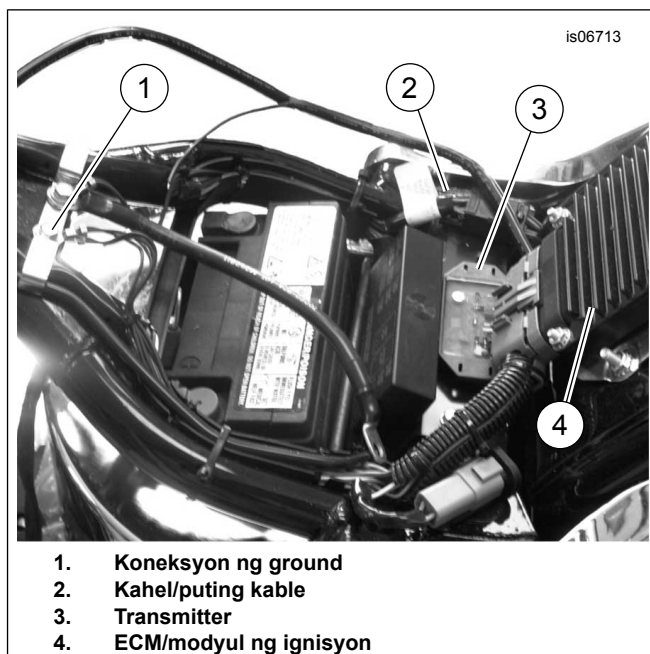

Figure 7. Pag-mount ng Transmitter, Deuce
3. Tingnan ang Figure 7 . I-mount ang transmitter sa surface na nasa ibaba ng ECM/modyul ng ignisyon. Iruta ang mga kable ng transmitter sa tabi ng kanang bahagi ng frame.